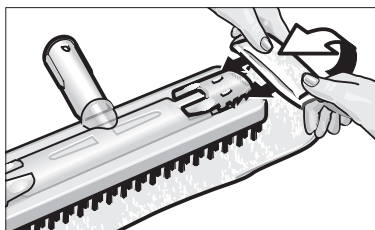

Fig. 3: mise en place de l'essuie-tout
- Fixez l'essuie-tout (G3) contre la buse de sol (G1). A cette fin, pliez l'essuie-tout dans le sens de la longueur puis appliquez la buse de sol dessus. Passez l'une après l'autre les extrémités débordantes de l'essuie-tout sous les agrafes de retenue (G2) (voir la fig. 3).